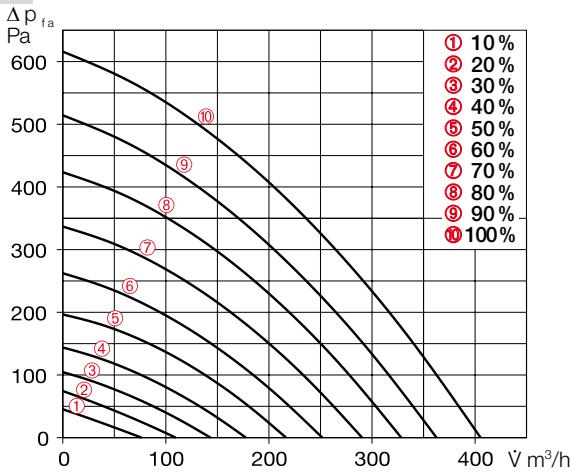
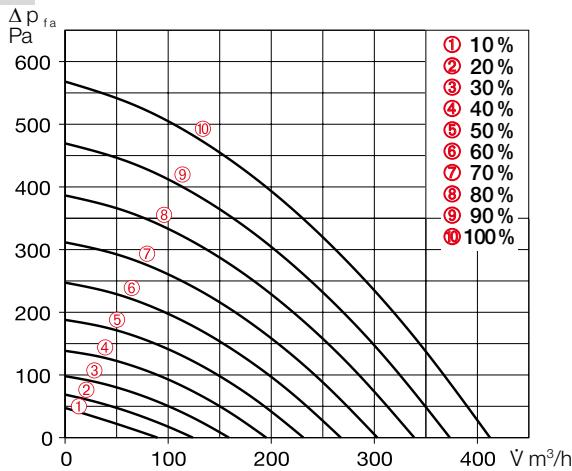

Abb. 23
Abb. 25
4. Die ermittelten Differenzdrücke der Zu- und Außenluftmessung in die Kennlinie des Gerätes für Zuluft (s. Abb. 23 und Abb. 25), entsprechend der im Lüftungsprofil hinterlegten Ventilatorleistungen, eintragen (vgl. Abb. 28 und Abb. 29).